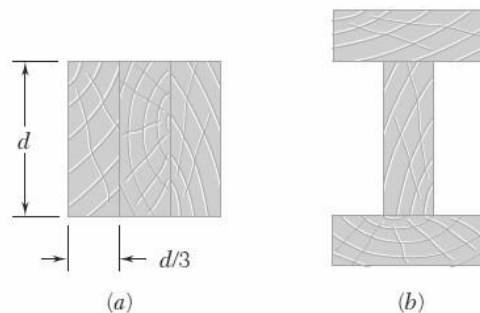

Figura 6.3
6.1.5 Foram construídas duas colunas longas a partir de 3 barras de secção retangulares. As barras foram colocadas conforme está representado na Figura 6.3. Determine a relação entre cada uma das cargas críticas.